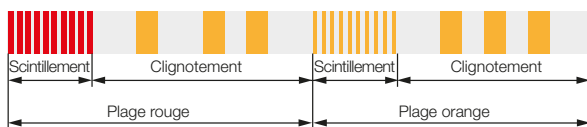

Fig. 8-1 : Signalisation optique de plusieurs avertissements
Dans l'exemple de la Fig. 8-1, il existe les zones rouges avertissement 1 et avertissement 2. Dans la zone orange, il existe l'avertissement 3.
- Plage rouge sur la Fig. 8-1
- Plage orange sur la Fig. 8-1